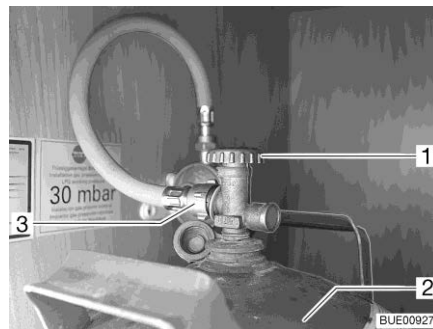

Bild 115 Gaskasten
- Haupt-Absperrventil (Bild 115,1) an Gasflasche (Bild 115,2) schließen. Pfeilrichtung beachten.
- Gasschlauch (Bild 115,3) von Gasflasche abschrauben.